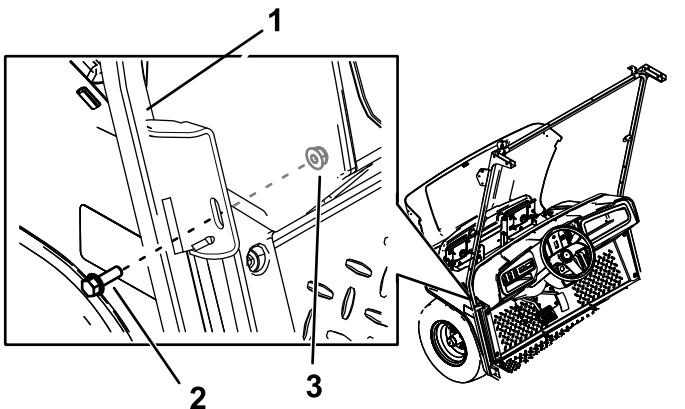

Figura 31
3. Fissate la staffa centrale dei supporti destro e sinistro del parabrezza alla macchina utilizzando 2 bulloni esagonali flangiati (5/16" x 1") e 2 dadi (5/16"), nei fori praticati in precedenza (Figura 31).